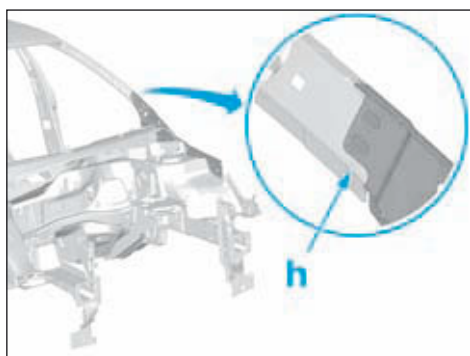

FIG.47
- cordons MAG en (h) (Fig.47).